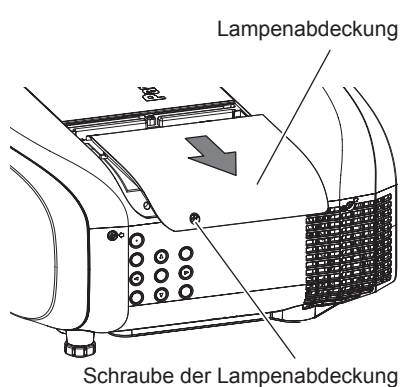

Abb. 1
- 2) Entfernen Sie die Lampenabdeckung. (Abb. 1)**